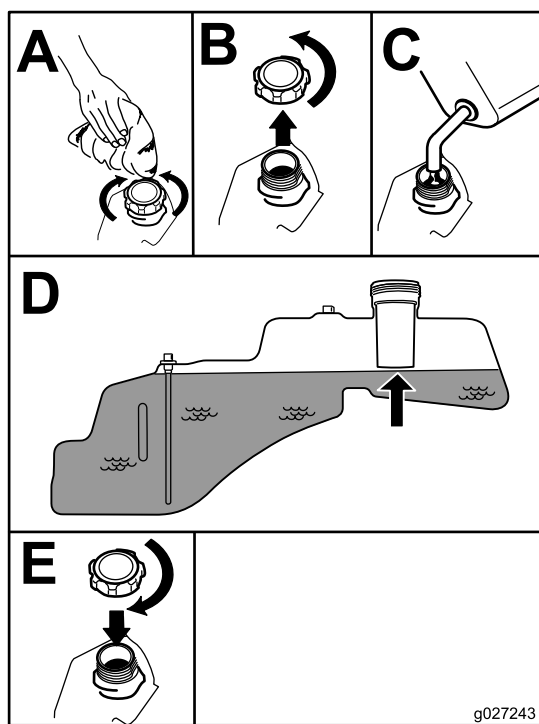

Figura 8
5. Llene el depósito de combustible hasta la parte inferior del cuello de llenado (**Figura 8**).